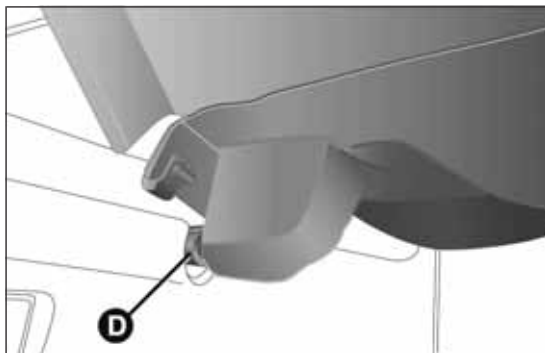

fig. 86
- ☐ soltar los pernos D fig. 86 situados en el exterior de la repisa, y luego desmontar la bandeja B tirando de ella hacia arriba;